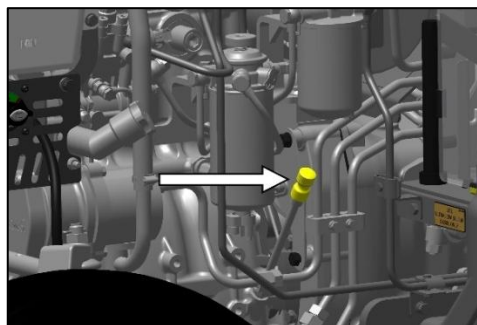
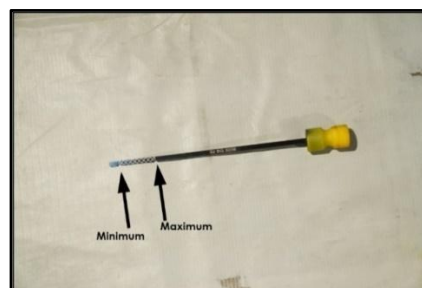

Fig. 236 : JAUGE DE NIVEAU D'HUILE MOTEUR
Fig. 237 : REPÈRES MAX ET MIN SUR LA JAUGE D'HUILE
3. Vérifier que le niveau d'huile se situe entre les repères minimum et maximum indiqués sur la jauge d'huile (voir la Fig. 236). Si le niveau est insuffisant, compléter jusqu'au repère maximum en ajoutant de l'huile par l'orifice (ou le bouchon) de remplissage (voir la Fig. 237).
7. Remplir le moteur jusqu'au repère maximum de la jauge (voir Fig. 237). Ne pas dépasser le niveau maximal.